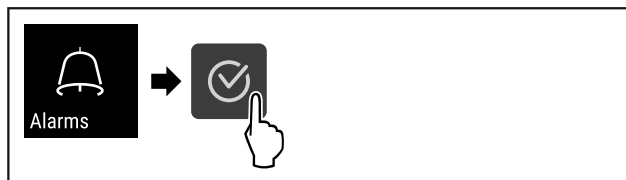

Fig. 121
- ▶ Eseguire i passi (vedere Fig. 121).